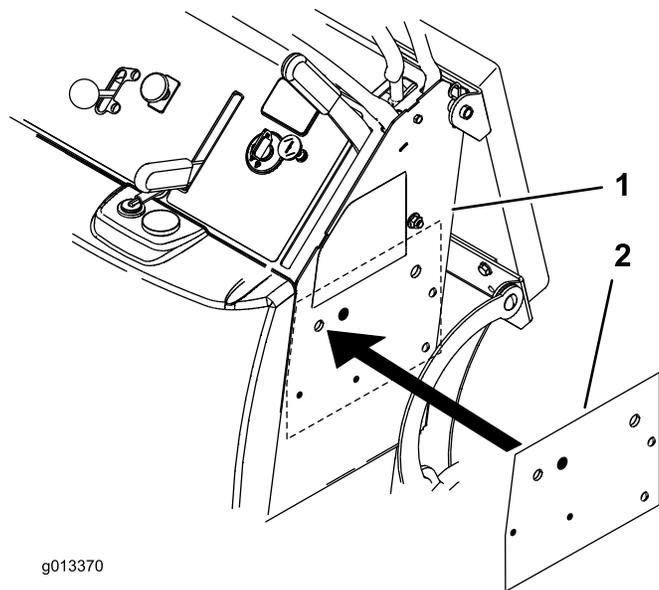

Figure 4
- 4. Trouvez les deux trous existants et placez le gabarit sur le côté gauche de la machine (Figure 4).
- 5. Marquez l'emplacement des trous. Il est inutile de percer les petits trous si le tube de rangement du manuel est monté parallèle au sol (Figure 4).